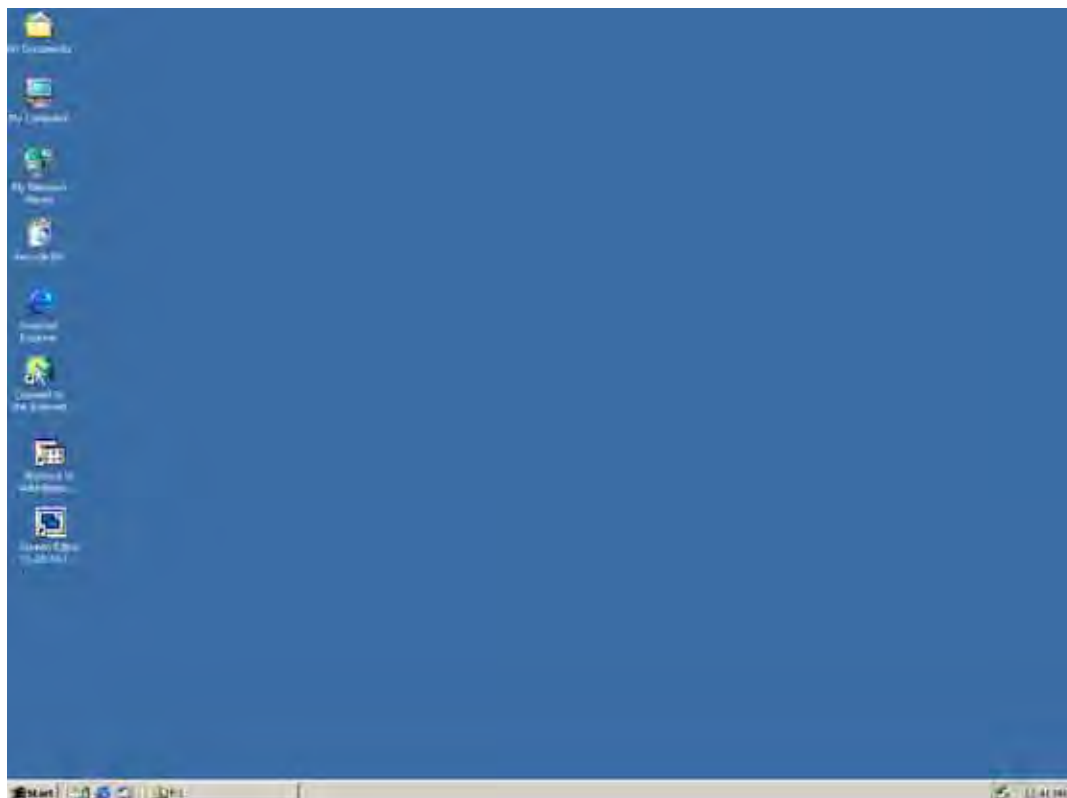

Fig. 3-1-1 Abra o Microsoft Windows
Passo 1: Por favor, inicialize seu computador com Win2000/WinXP (Fig. 3-1-1).